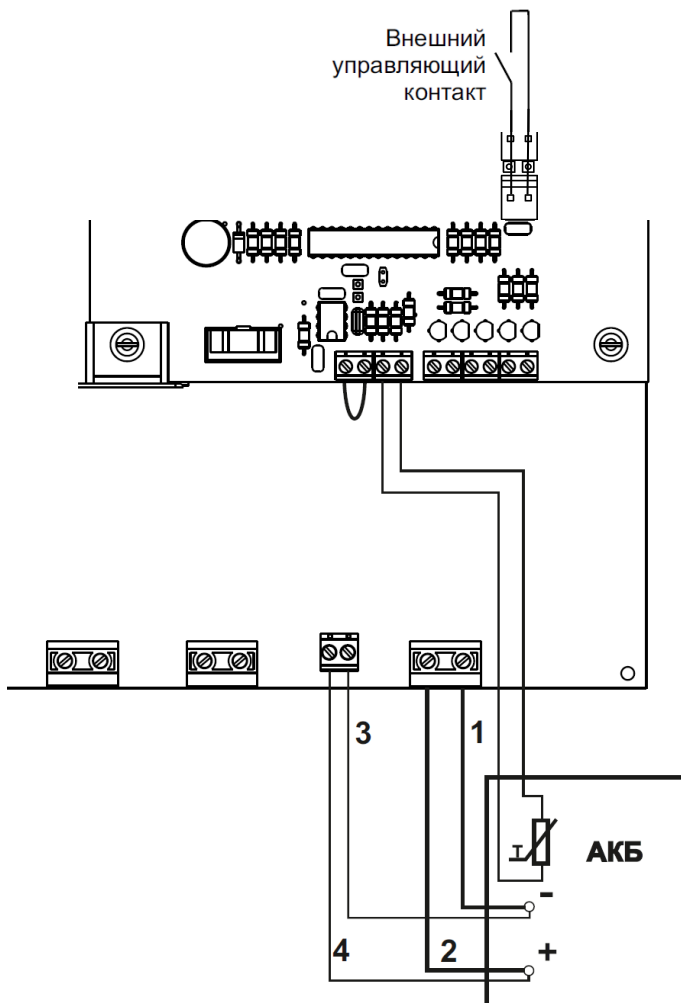

Рисунок 5 – Подключение АКБ, термодатчика и внешнего контакта
- при необходимости термокомпенсации напряжения заряда АКБ подключите термодатчик к контактам колодки «Термодатчик АКБ» (см. рисунок 5). Чувствительный элемент термодатчика закрепите на корпусе АКБ в непосредственной близости от клеммы «+» с помощью липкой ленты. Для корректной работы термодатчика необходимо обеспечить плотное прилегание чувствительного элемента датчика к поверхности корпуса батареи;
- подключить, соблюдая полярность, внешнюю АКБ номинальным напряжением 24В к изделию (см. рисунок 5);